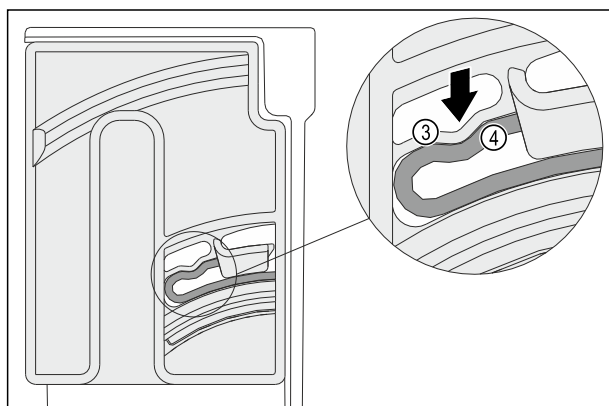

Fig. 138
- Elastisches Element Fig. 138 (3) der Dreheinheit rastet hörbar in der Rundform der Rippe Fig. 138 (4) ein.